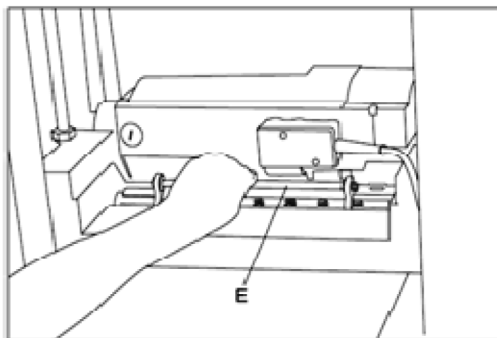

Рис. 20
1. Для установки высоты выступа ножа на 1,5 мм используйте шаблон для установки ножей (Е) (Рис. 20), поместив его на режущую головку и на режущие ножи.